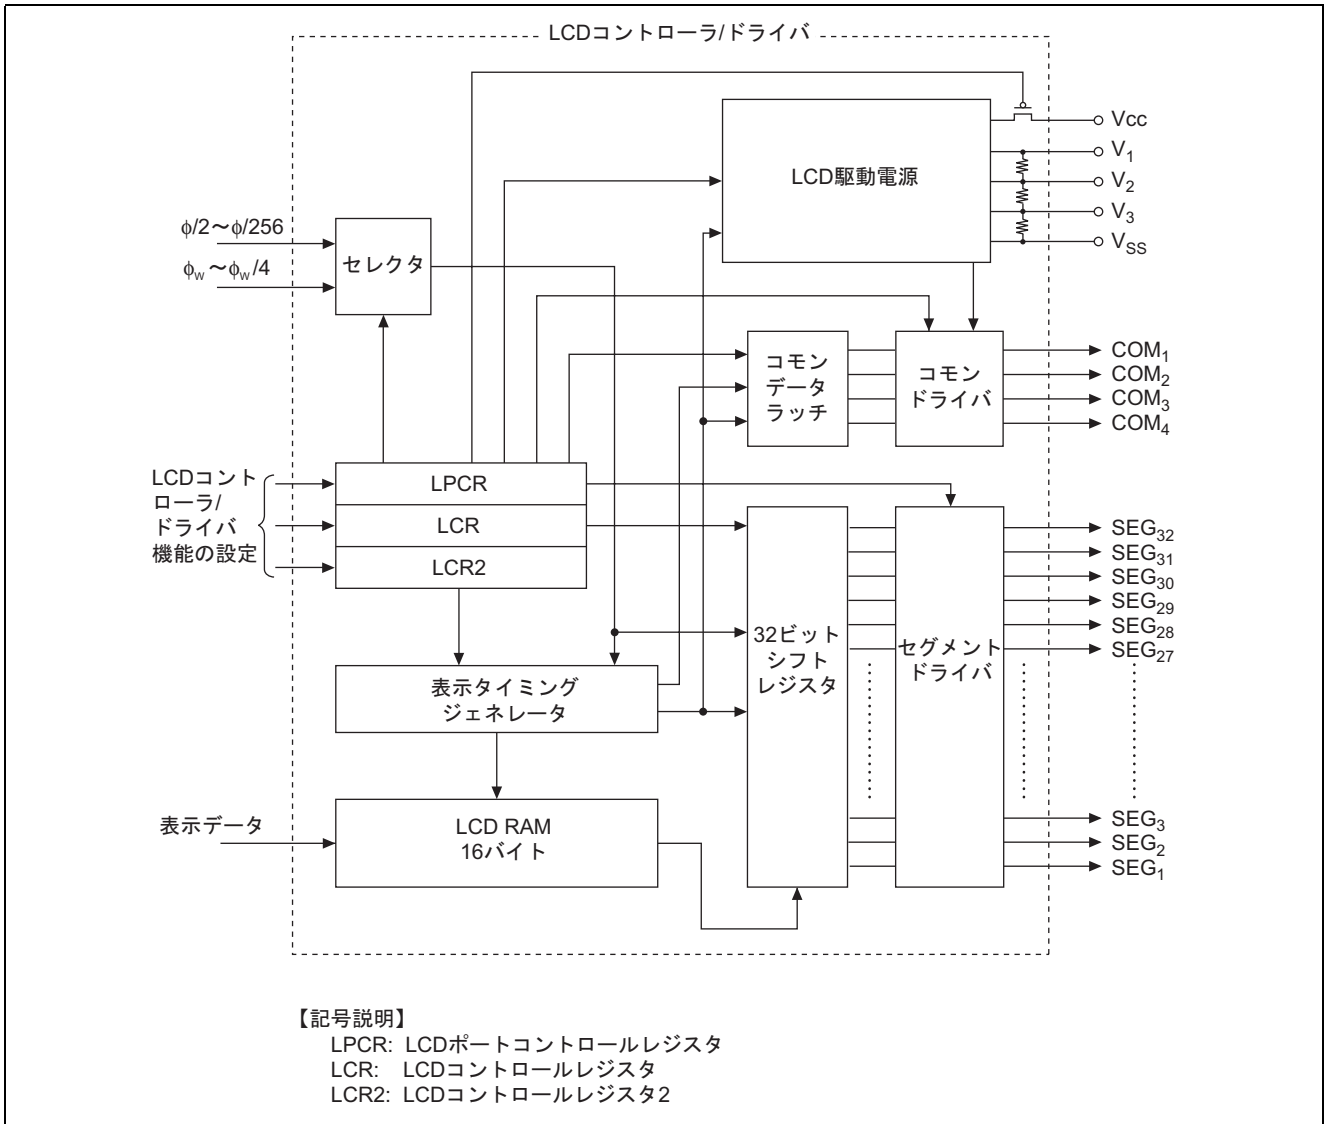

図 2 LCD コントローラ/ドライバのブロック図
(2) 図 2 に本タスク例で使用する LCD コントローラ/ドライバのブロック図を示します。